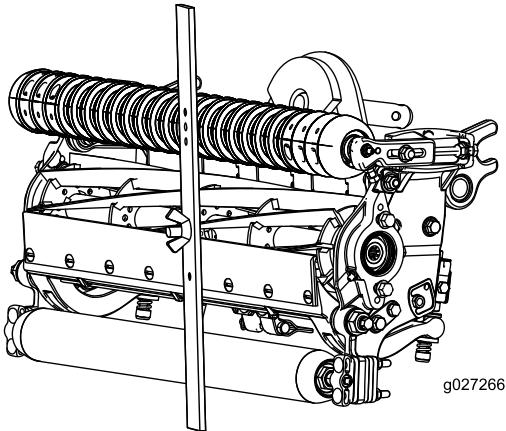

Bild 17
- Haken Sie den Schraubenkopf an die Schnittkante des Untermessers ein, und stützen Sie das hintere Ende der Leiste auf der Heckrolle ab (Bild 17).
- Drehen Sie die Einstellschraube, bis die Frontrolle die Messlehre berührt (Bild 17). Stellen Sie beide Enden der Rolle ein, bis die ganze Rolle parallel zum Untermesser ist.